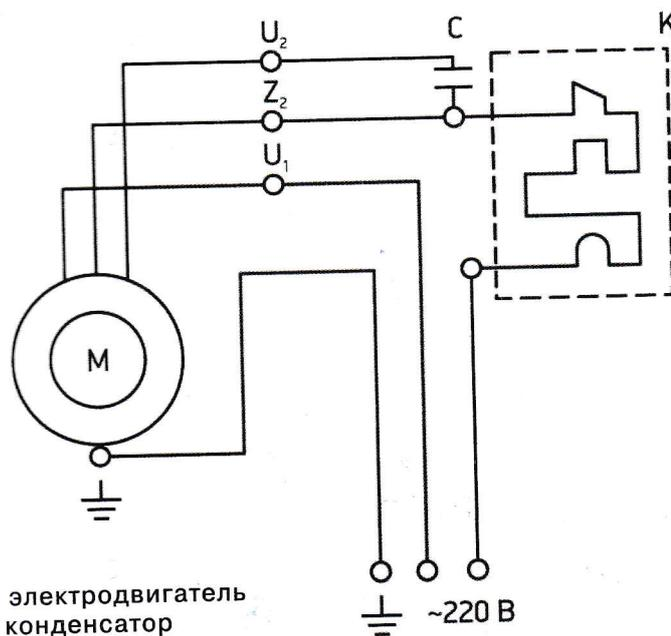

Рис. 3
6. Токоведущие жилы подсоединяйте через предохранители с плавкими вставками согласно рис. 3.